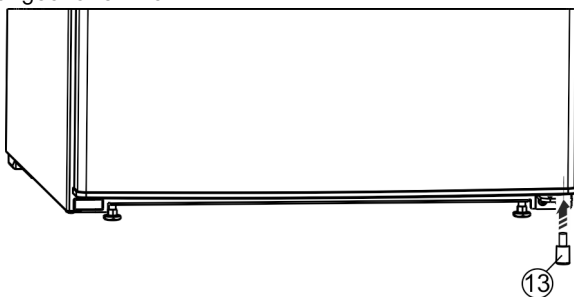

Fig. 27*
- Sett inn avstandsdel Fig. 27 (13) igjen nede til høyre i døren, da den er viktig for apparatets stabilitet.*